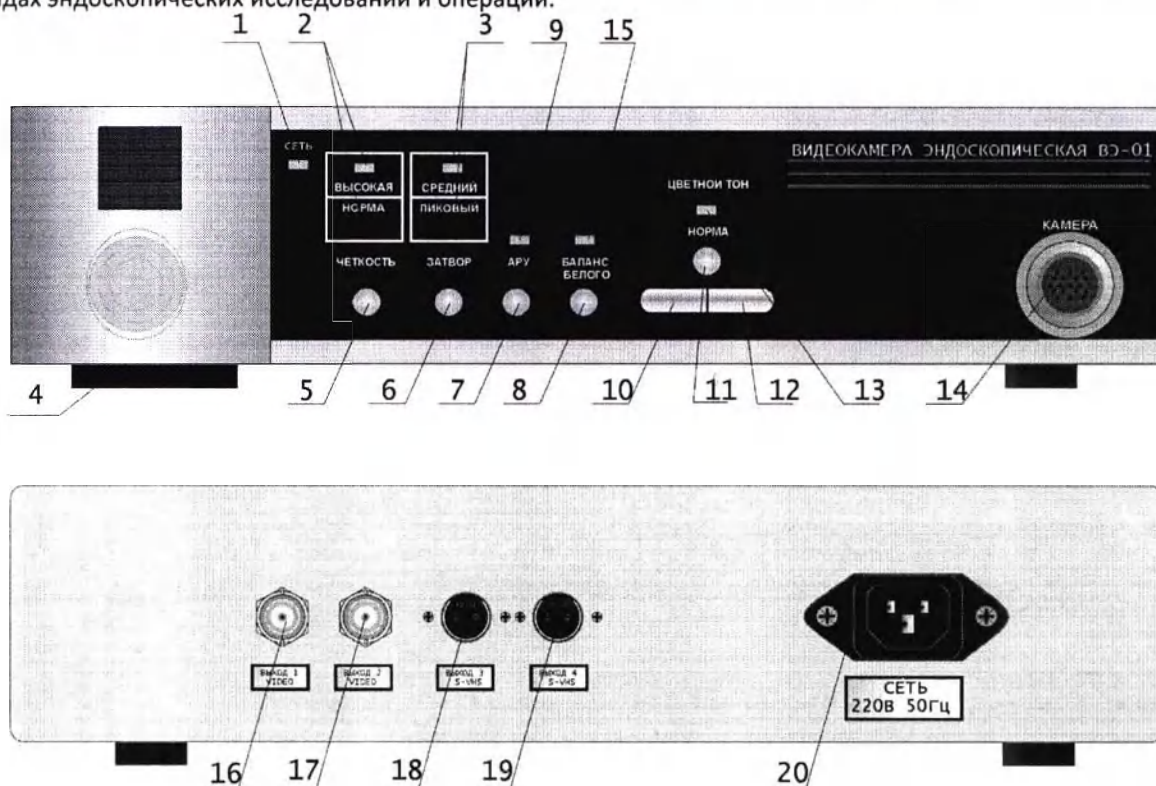

Рис.2
1. Индикатор включения сети (Рис.2):